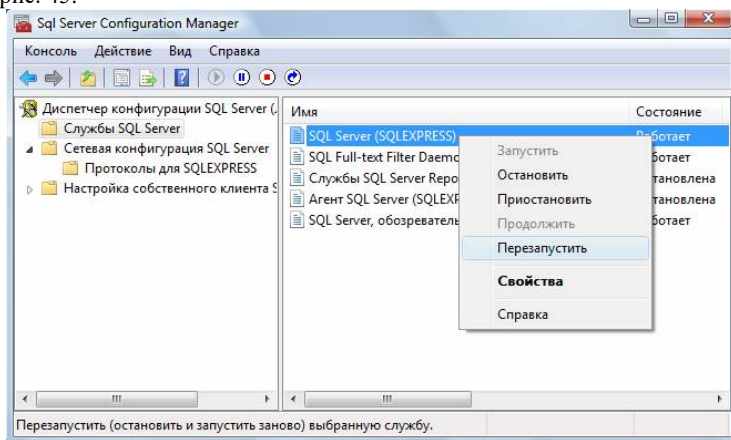

рис. 45
2.22 В разделе «Службы SQL Server» нажать правой кнопкой мыши на строке «SQL Server (SQLEXPRESS)» и в контекстном меню выбрать пункт «Перезапустить» (этот пункт можно пропустить, если Вы перезагрузите компьютер после завершения остальных настроек), рис. 45: